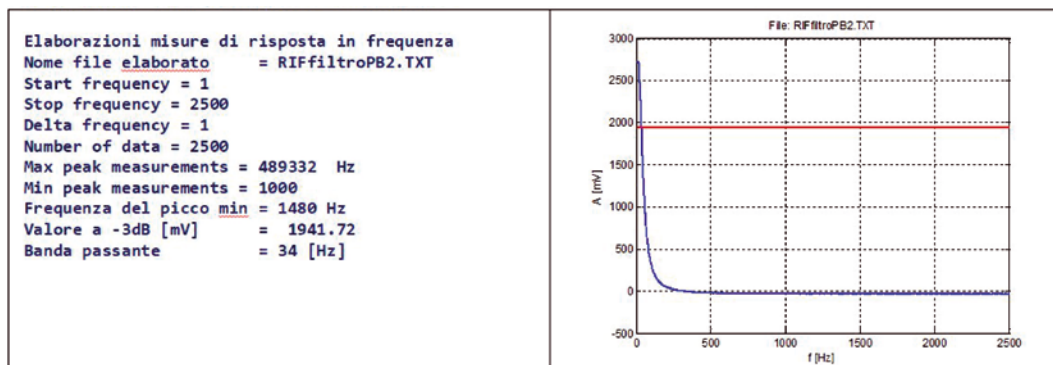
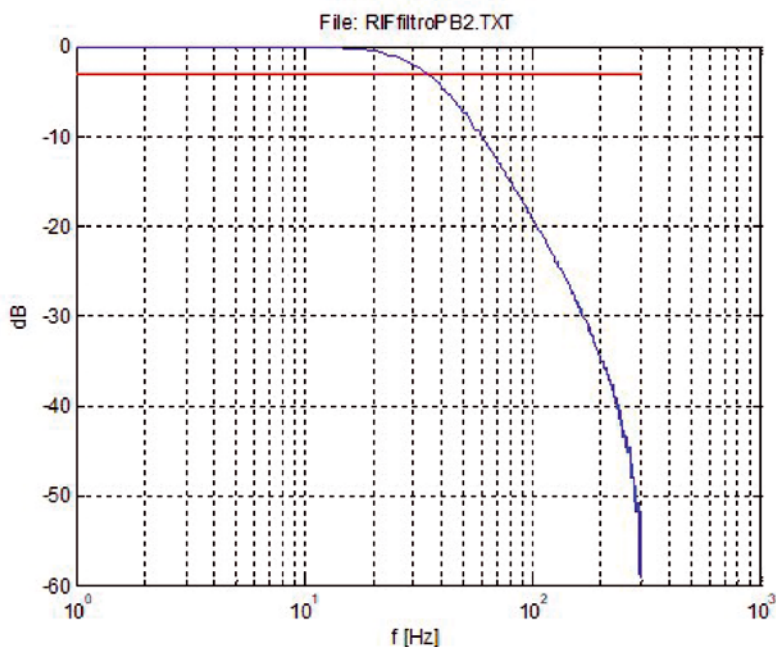

Fig. 8
Fig. 9
I filtri passa-basso sono indispensabili per evitare il fenomeno di *aliasing* del campionamento, per cui occorre che il segnale da campionare sia a banda limitata, ossia che non abbia energia oltre una certa frequenza. Nella realtà, i segnali non sono mai a banda limitata per l'inevitabile presenza di rumore. In **Fig. 8** si vedono i risultati dell'elaborazione eseguita sul segnale rilevato dal nostro strumento. Il grafico della RiF è più facilmente interpretabile se si rappresenta in decibel, con scala bi-logaritmica, ossia come il diagramma di Bode visibile in **Fig. 9**. Per fare questo grafico si è adimensionata la RiF, fermando l'elaborazione ad un certo punto (300) perché erano presenti alcuni zeri e anche valori negativi sul tratto finale, come si vede sempre in **Fig. 9**. Questo perché il segnale era di ampiezza piuttosto piccola, raggiungendo lo zero e anche valori negativi, per effetto dell'offset. Passando ai decibel, ossia $20 \cdot \log(A)$, gli zeri dell'ampiezza portano a $-\infty$ la curva, mentre i numeri negativi invertono la curva e ne risultano valori complessi. La RiF del filtro è stata molto vicina ai valori teorici sia come frequenza di taglio sia come pendenza: 2 poli determinano 40 dB di attenuazione per ogni decade di frequenza.